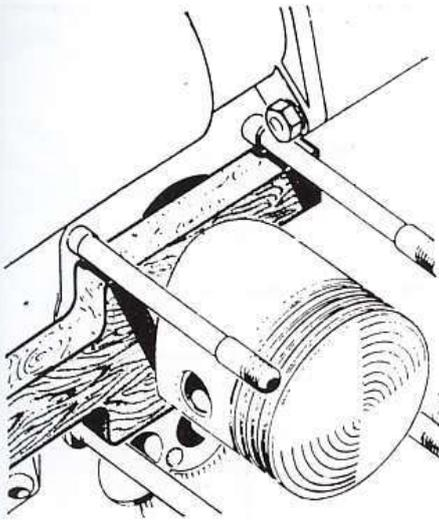

Fig. 11. — Piston maintenu par une fourche en bois.
- Quand la jupe du piston commence à apparaître, placer une fourche de bois (Wilmonda DAR par exemple) entre les goujons (fig. 11).